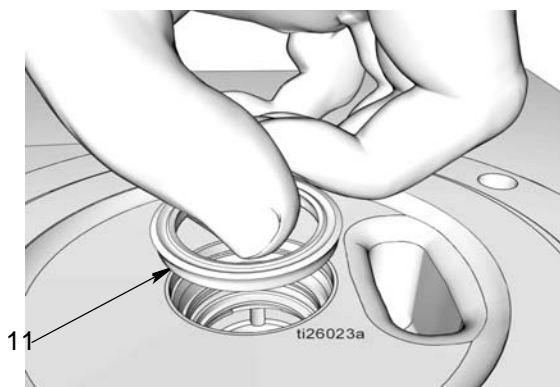

Рис. 37
- h. Установите уплотнение (11) с обращенными вверх кромками, как показано на Рис. 37.